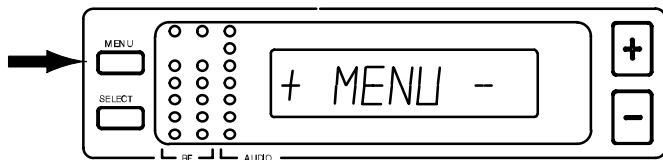

ABBILDUNG 29
1. Die MENU-Taste drücken. Die „+ MENU –“-Anzeige erscheint (Abbildung 29).